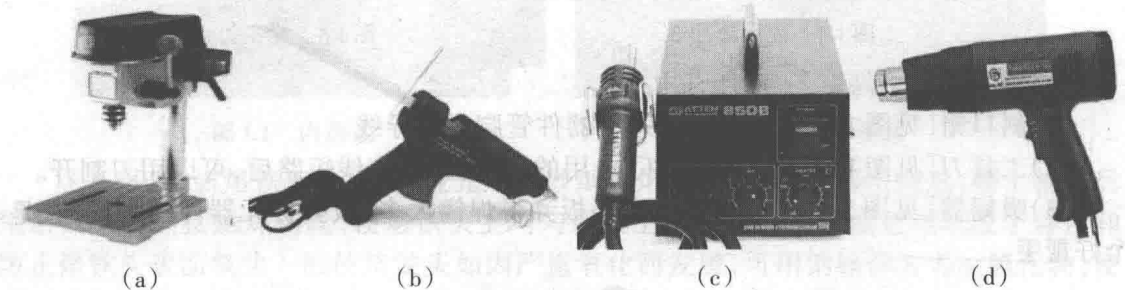

图 1.8 其他工具(3)
(8)小型电钻[见图 1.8(a)]:自己手工做电路板必不可少的工具。
(9)热熔枪[见图 1.8(b)]:插在 220V 电源上,1 分钟左右装在热熔枪里的胶棒会融合,扣动扳机,流出融化的塑料胶可对物体进行粘接和密封。
(10)风焊枪[见图 1.8(c)]:随着技术的进步越来越多的电子产品,功能越来越多,体积却越来越小,电子元件很多都是贴片元件,管脚很多距离很密,需要风焊枪进行焊接或者拆卸,方便省事。
(11)热风枪[见图 1.8(d)]:做好活接头或接线都可以套上热缩管,然后用热风枪进行塑封,还有其他用途。